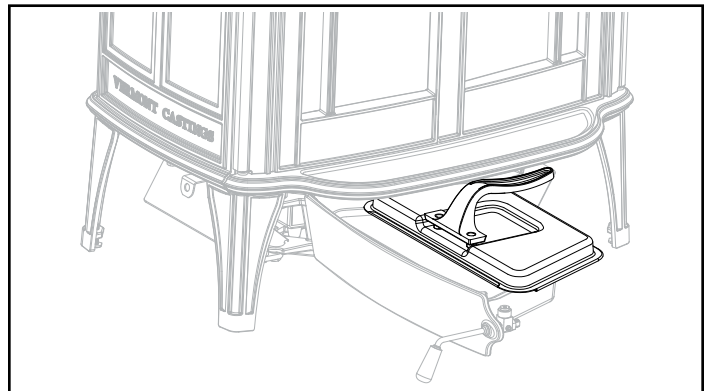

Figure 2.9 – S'assurer de bien fermer le couvercle avant d'enlever le bac.
- Glissez le couvercle sur le bac en veillant à bien le fermer (figure 2.9).